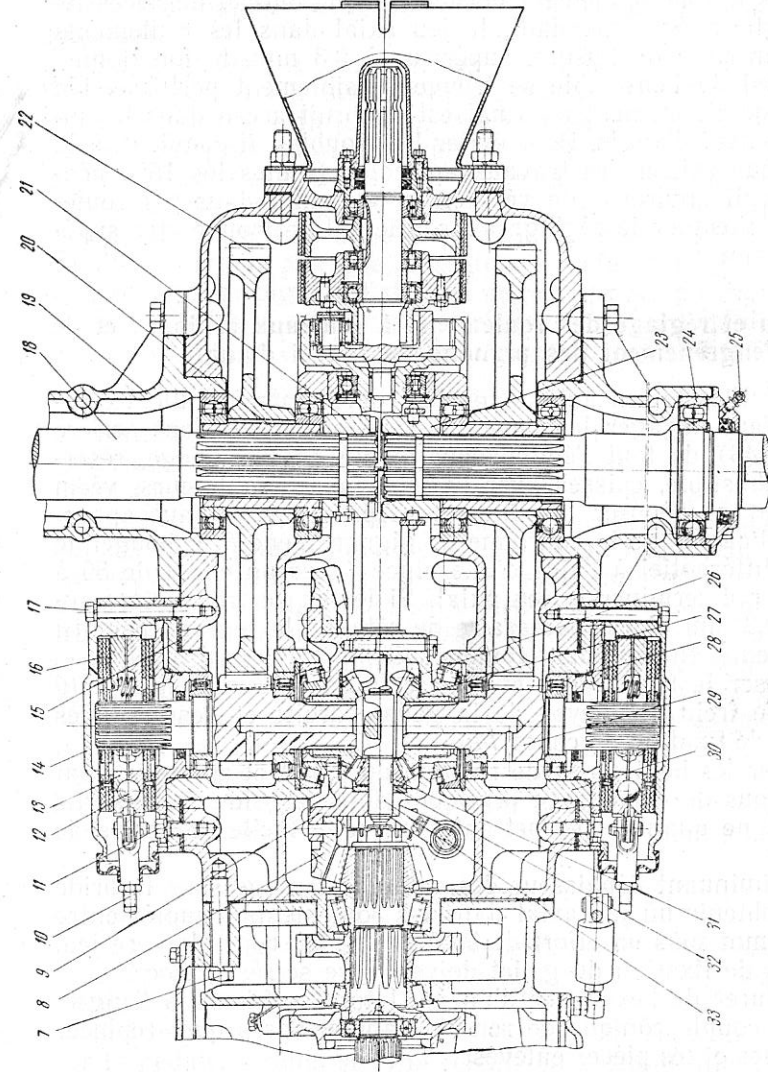

Fig. 43. Transmission complète (coupe horizontale)
- 1) déposer le frein droit, et pour cela désaccoupler la tige 10 (fig. 43) de frein du moyeu de la pédale droite et desserrer les boulons 17 de fixation du capot 14;
Le jeu latéral à l'engrènement est contrôlé à l'aide d'un indicateur appliqué à la denture du pignon mené 8 (fig. 43) au moins en trois positions du pignon. Pour s'assurer que le réglage est correct, en plus du jeu latéral, on doit vérifier, à la peinture, l'application (le contact) des dents. L'application ne doit pas être inférieure à 50% de la surface de la dent. L'empreinte doit être située au milieu de la dent ou plus près du sommet du cône. Si l'on n'obtient pas une empreinte satisfaisante, il faut vérifier le montage du pignon d'attaque et corriger sa position.